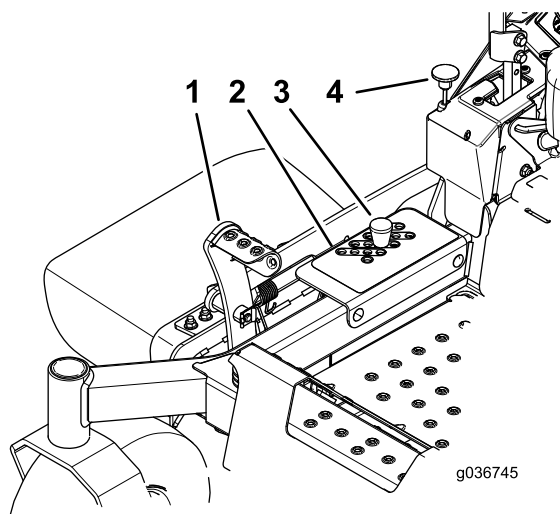

Bild 30
die Schnitthöhe von 127 mm), wie in Bild 30 abgebildet.
3. Entfernen Sie den Splint zum Einstellen der Schnitthöhe aus der Schnitthöhenhalterung (Bild 30).
4. Wählen Sie ein Loch in der Schnitthöhenhalterung, das der gewünschten Schnitthöhe entspricht, und stecken Sie den Stift ein (Bild 30).